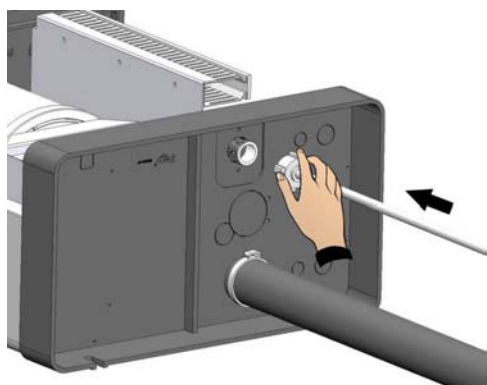

Fig. 11
7. Reliez la ligne de remplissage de l'eau au raccord $\frac{3}{4}$ GAS de l'électrovanne située sous l'humidificateur (fig. 11 et 12).